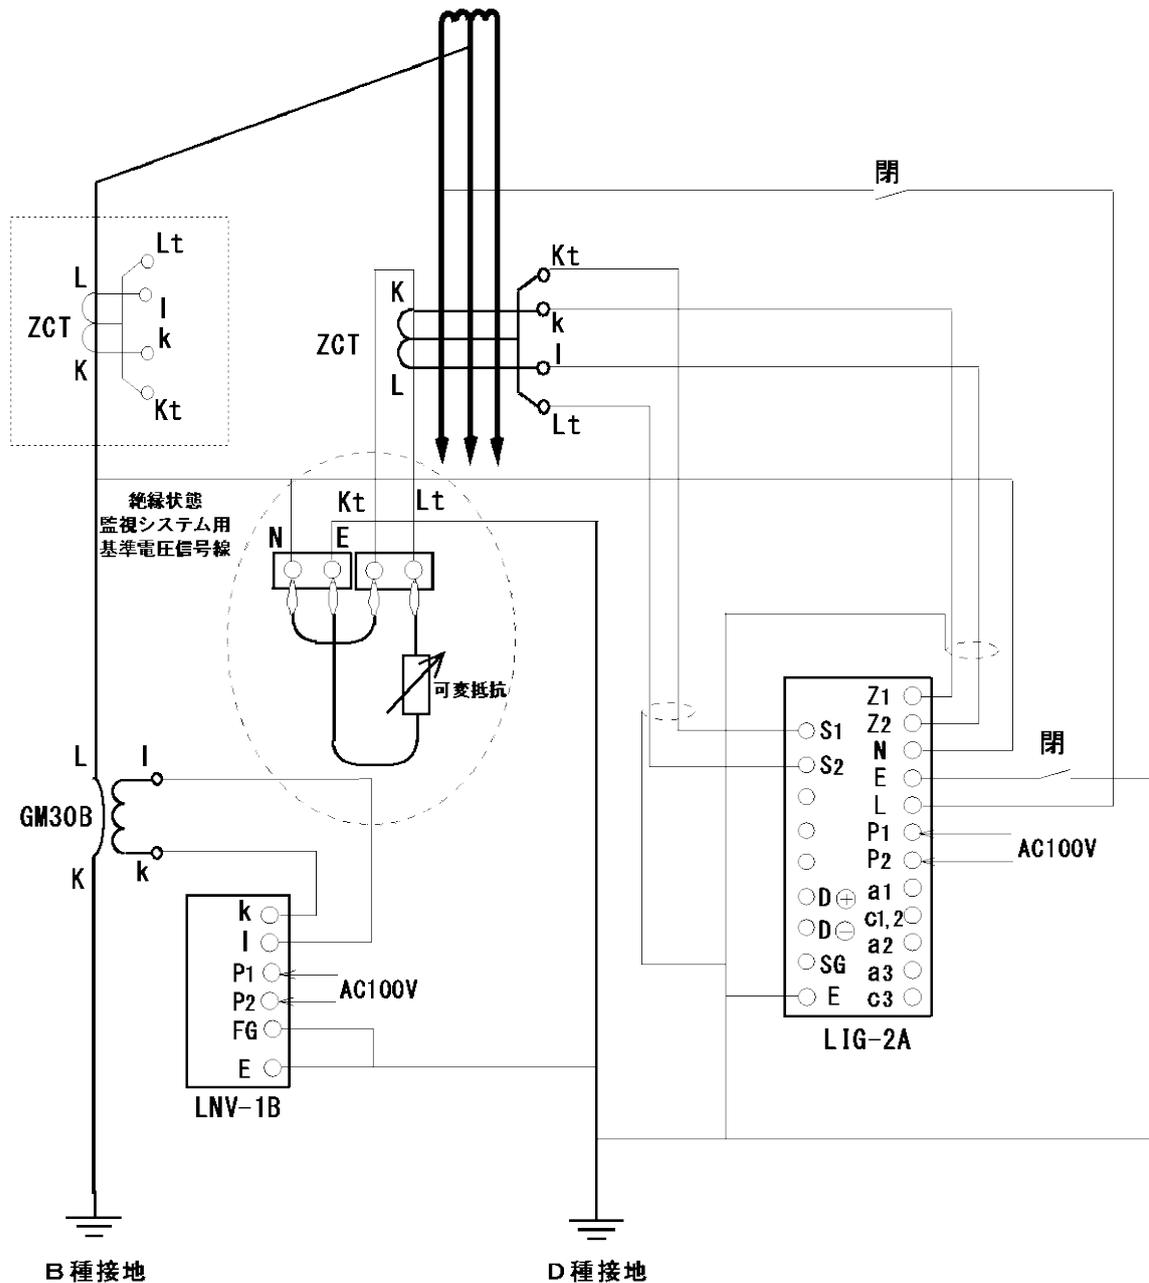

図 8-2 電路運用状態における実際の試験配線例
- ① 図 8-2 の様に配線します。
- ② 試験端子の N 端子と Kt 端子を接続します。
- ③ 試験端子の Lt 端子と E 端子間に、可変抵抗を接続します。
- ④ 可変抵抗の抵抗値を、LIG-2A の整定タップ値と電路電圧とから、表 8-1 を参考にして LIG-2A の整定タップ値より少し小さい電流が流れるように調整します。